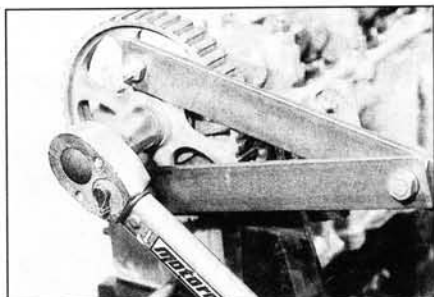

Рис. 8.3. Самодельное приспособление для стопорения звездочки распределительного вала
- 3 Для отворачивания болта крепления звездочки надо застопорить от проворачивания распределительный вал. Для этого придется изготовить приспособление, подобное тому, что изображено на рис. 8.3. Приспособление крепится к отверстиям звездочки.